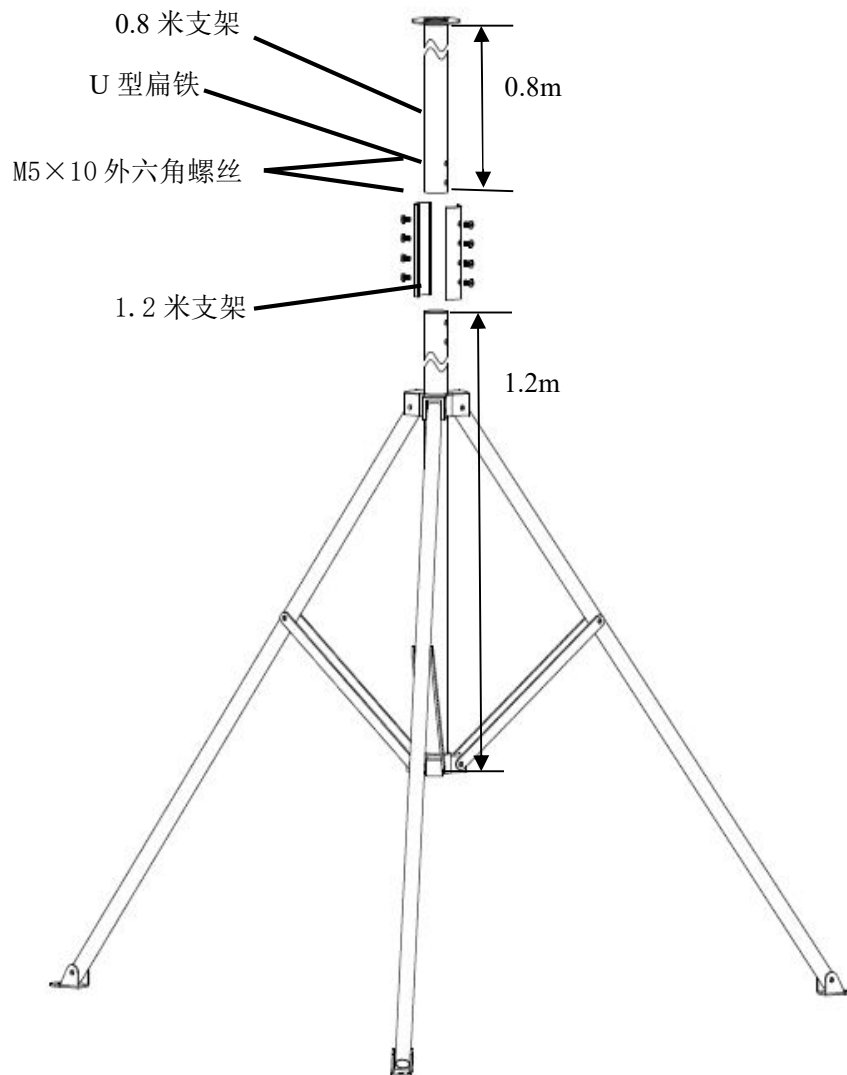

图5 1.2米主杆和0.8米主杆拼接示意图
1.2米下杆和0.8米上杆采用8个M5×10外六角螺丝连接，组装示意图如图5所示。